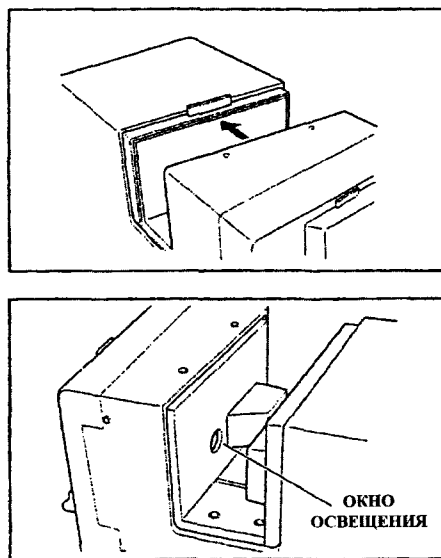

Рисунок 6
8.2.1.5 Переведите держатель образца в открытое положение. Вставьте выступы на устройстве для калибровки нуля в проточки на корпусе спектрофотометра и закройте (поднимите) держатель образца, чтобы зафиксировать устройство. Нажмите на кнопку «Zero Calibration». После окончания калибровки на экране появится сообщение с просьбой установить белую калибровочную пластину, входящую в комплект спектрофотометра (рисунок 6).
8.2.1.7 Провести калибровку, для этого нужно нажать на пиктограмму Calibration , после этого на экране появится сообщение с просьбой установить черную калибровочную пластину, входящую в комплект спектрофотометров, для калибровки нуля. Установите черную калибровочную пластину внутрь прибора, отодвинув крышку загрузочной камеры (см.рисунок 6).